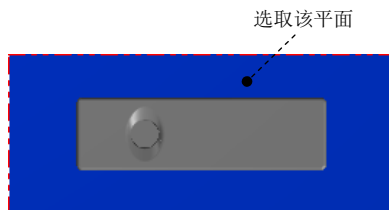
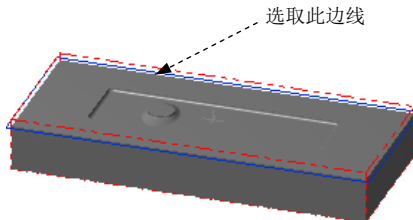
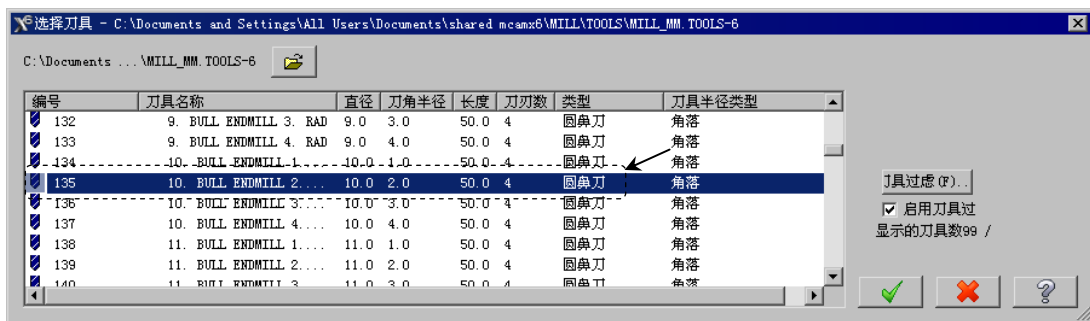

图 7.4 定义参考面
图 7.5 绘制矩形边界
图 7.7 “选择刀具”对话框
Step1. 绘制矩形边界。单击顶视图 按钮，选择下拉菜单 **绘图(C)** → **边界盒(B)...** 命令，系统弹出“边界盒选项”对话框。在“边界盒选项”对话框中单击 按钮，选择图 7.4 所示的面，然后单击 按钮，系统返回至“边界盒选项”对话框，在 **延伸** 区域的 **X** 文本框中输入值 2，在 **Y** 文本框中输入值 2。单击 按钮，完成矩形边界的绘制，结果如图 7.5 所示。
(2) 设置加工边界。在 **Containment boundary** 区域中单击 按钮，系统弹出“串连选项”对话框。在图形区中选取图 7.5 所绘制的边线。单击 按钮，系统返回至“刀具路径的曲面选取”对话框。
(3) 单击 按钮，完成加工区域的设置，同时系统弹出“曲面粗加工挖槽”对话框。
Step5. 选择刀具。在“曲面粗加工挖槽”对话框中单击 **选择刀库** 按钮，系统弹出“选择刀具”对话框，在该对话框的列表框中选择图 7.7 所示的刀具。单击 按钮，关闭“选择刀具”对话框，系统返回至“曲面粗加工挖槽”对话框。